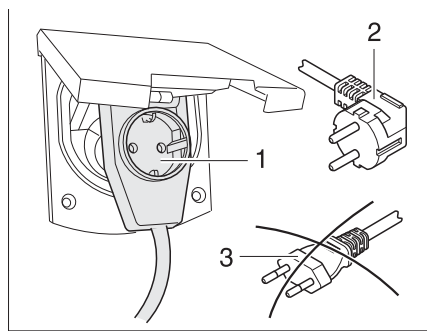

Bild 236 Anslutning till en vinkelkontakt med uttag
- ▶ Om en CEE 17 vinkelkoppling med uttag på baksidan (Bild 236,1) används, ska endast en gummerad och förseglad IP 44-kontakt med jordad kontakt (Bild 236,2) användas. Använd inte någon kontakt utan jordad kontakt (Bild 236,3). Risk för strömstöt!